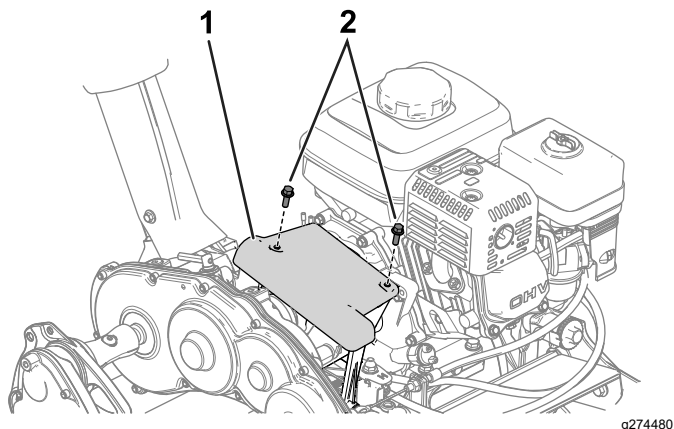

Figura 33
1. Accesezi discul de friciune și placa de presiune prin îndepărtarea capacului ambreiajului (Figura 33).